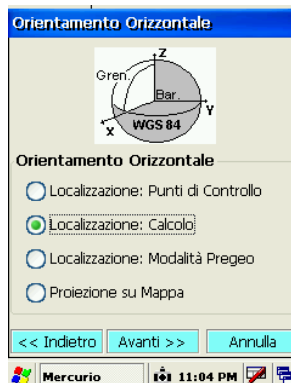

fig. 89
5. dalla fig. 89 selezionare **Localizzazione: Calcolo**